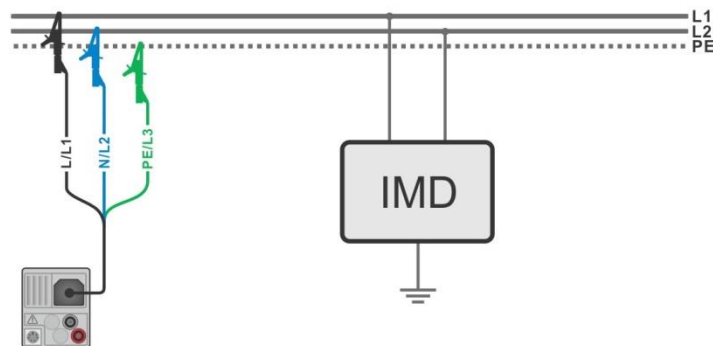
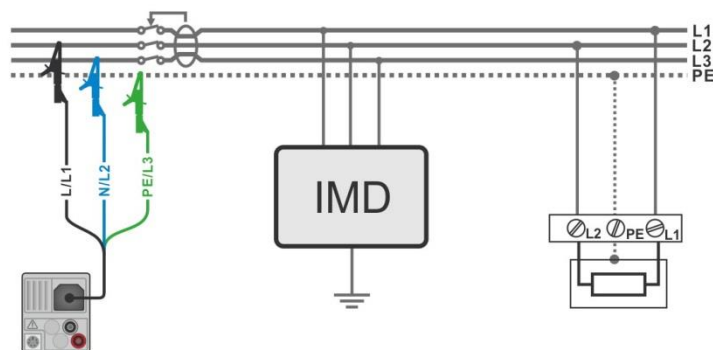

Abbildung 7.68: Messung des höchste ersten Fehlerableitstrom mit der 3-Leiter-Messleitung
Abbildung 7.69: Messung des ersten Fehlerableitstrom im RCD geschützten Stromkreis mit der 3-Leiter-Messleitung
- › Schließen Sie die Prüfleitungen am Prüfobjekt an, siehe **Abbildung 7.68** und **Abbildung 7.69**.